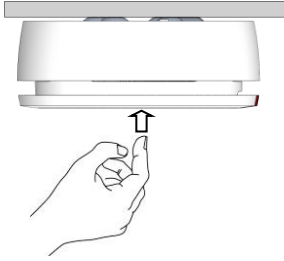

Figura 12
1. Presionar la tapa hacia arriba con firmeza (*ver la Figura 12*). Si el detector funciona correctamente, se activará una alarma de incendio (*ver Indicadores visuales/auditivos*) y se enviará un mensaje de alerta al receptor del sistema.